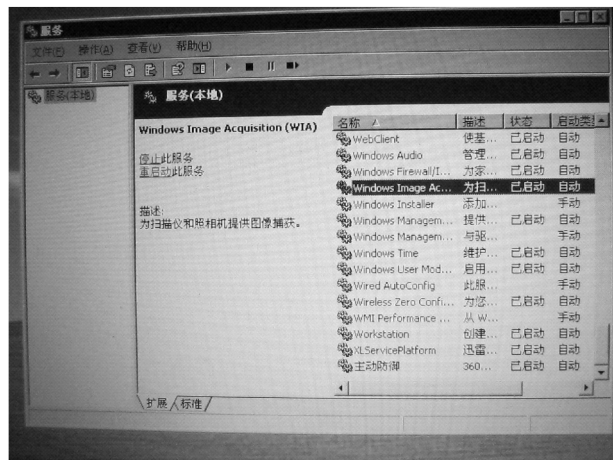

图 3-91 “服务”控制台程序窗口
1) 单击“开始→运行”选项，输入“Services. msc”命令并按 < Enter > 键，进入到“服务”控制台程序窗口，如图 3-91 所示。